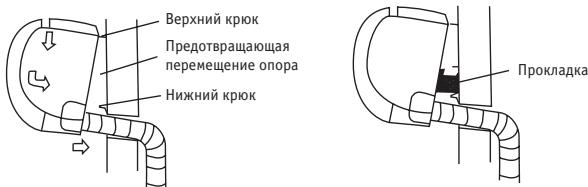

Рис. 12
- Наденьте верхний выступ, расположенный на задней панели корпуса внутреннего блока, на верхний крюк монтажной пластины и убедитесь в надежности зацепления блока, перемещая его влево и вправо (см. рис. 12).